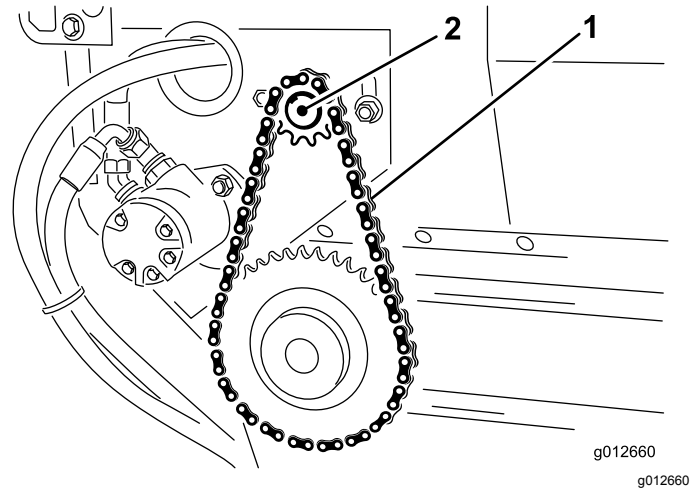

Bild 19
3. Lösen Sie die Schrauben und Muttern, mit denen der Motor und die Kettenräder am Hauptrahmen befestigt sind (Bild 19).
4. Drehen Sie die Motor- und die Kettenradbaugruppe (Bild 19) in den Befestigungsschlitzen, bis die Förderbandkette 3,2 mm auslenkt.
5. Ziehen Sie die Befestigungsschrauben fest (Bild 19).